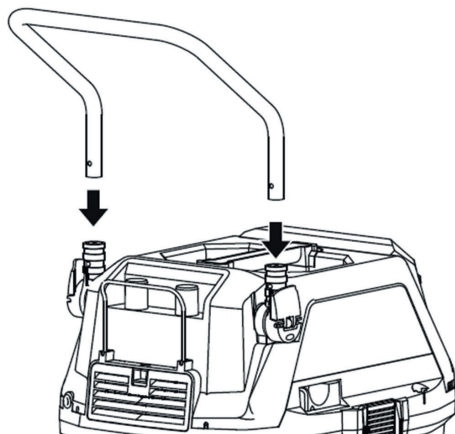

Рис. 3
- Вставьте транспортировочную рукоятку в гнезда на корпусе пылесоса до характерного «щелчка» (рис. 3).